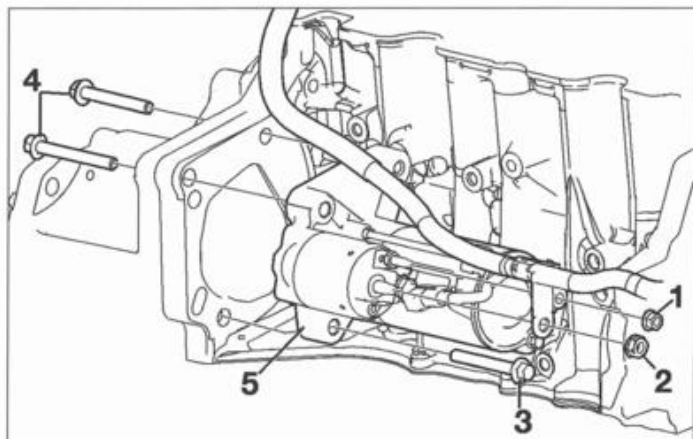

FIG. 8
- la tuerca de fijación (1) del conector de cable de conmutador de encendido al solenoide de motor de arranque (fig. 8).
- la tuerca de fijación (2) del conector de cable de batería al solenoide de motor de arranque.
- los tornillos de fijación inferior del motor de arranque (3).
- los tornillos de fijación superior del motor de arranque (4).
- el motor de arranque (5).